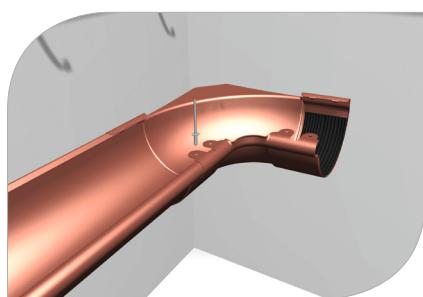

рис. 14
- 3.7 Углы с уплотнителями Galeco STAL присоедините непосредственно к желобу при помощи хомута или ключевой системы соединения (**рис. 14, 15, 16, 17**)